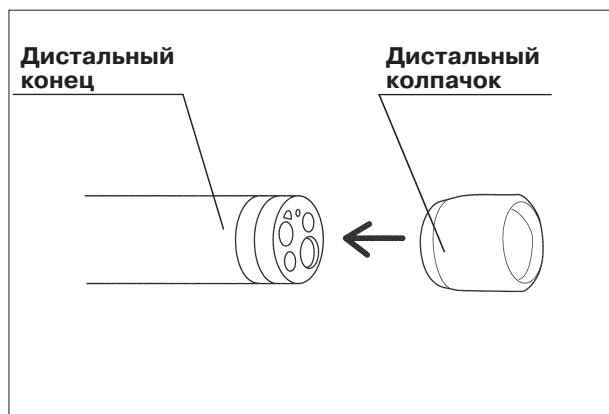

Рис. 3.14
2. Слегка фиксируйте пальцами покрытие изгибаемой части вблизи дистального колпачка, как это показано на рис. 3.14. Удерживая верхний конец дистального колпачка, наденьте колпачок на дистальный конец эндоскопа.